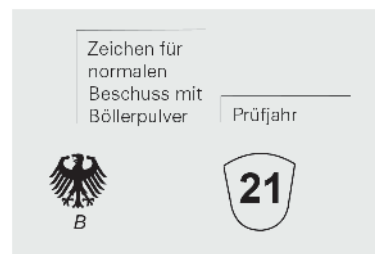

Abb. 11: Beispiel für die Kennzeichnung einer Kartusche
**Hinweis:** Die Sicherheitsprüfung und die anschließende Kennzeichnung von Böllergeäten und Kartuschen (s. Abb. 10 und Abb. 11) werden von den staatlichen Beschussämtern durchgeführt (in Bayern von den Beschussämtern Mellrichstadt und München) (s. Abb. 9).